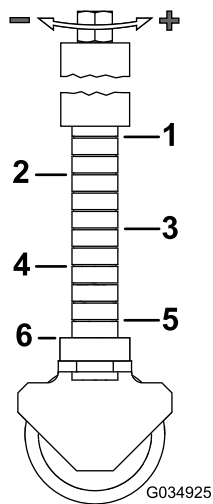

Figure 28
**Remarque:** Reportez-vous à la Figure 28 pour les réglages de hauteur de coupe.